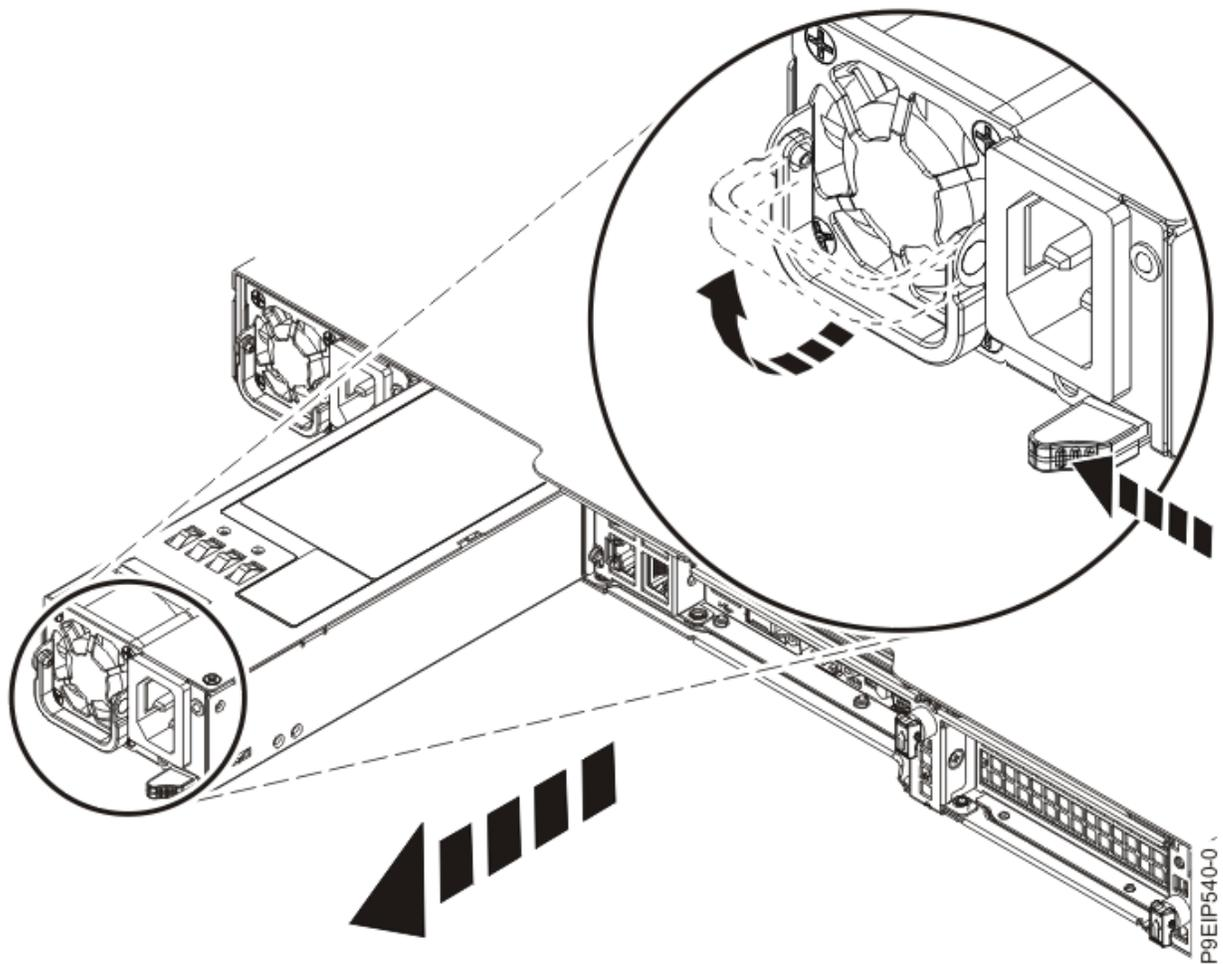

Figura 27. Extracción de una fuente de alimentación del sistema
- a) Para desenganchar la fuente de alimentación de su posición en el sistema, presione la pestaña de sujeción hacia la izquierda, como se muestra en la Figura 27 en la página 31.